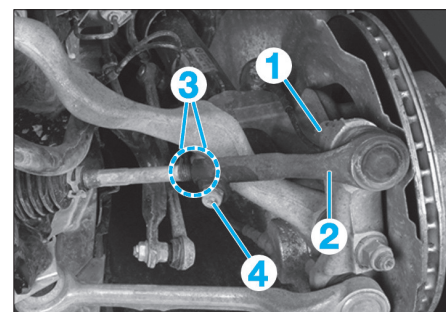

Fig. 14
- Déposer l'écrou (1), tout en maintenant la rotule au niveau de l'empreinte Torx (Fig.14).
- Désaccoupler les deux rotules de direction au niveau des pivots. Pour cela, déposer de chaque côté l'écrou (1) (Fig.14).